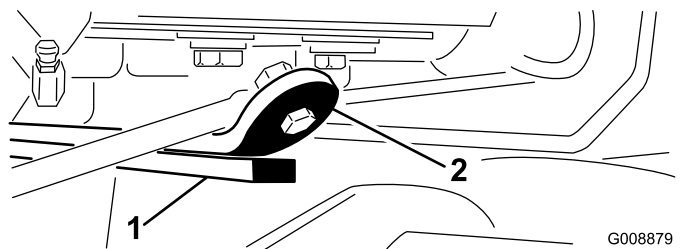

Figura 14
- 3. Avviate il motore, sollevate gli apparati di taglio e verificate che il gioco tra la cinghia di usura sopra la barra di usura dell'apparato di taglio posteriore e la cinghia paracolpi sia di 0,51–2,54 mm (Figura 14).